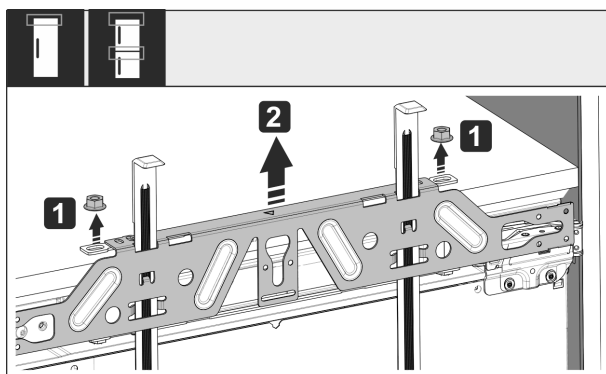

Fig. 49
- Povolte pojistné matice Fig. 49 (1).
- Sejměte upevňovací příčnick Fig. 49 (2).